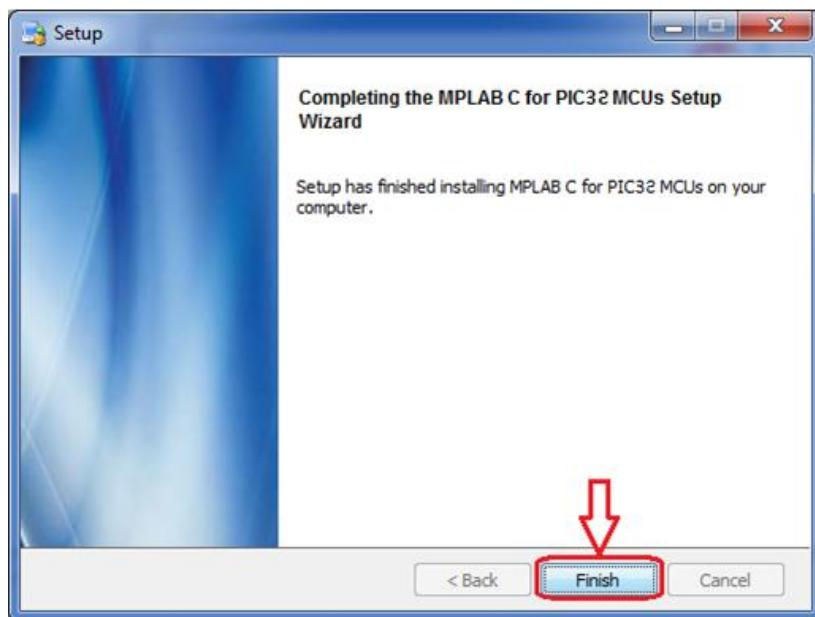

Figura 3.21 - Final do processo de instalação do compilador C32.
- 6) Ao final do processo de instalação aparecerá uma janela informando que a instalação foi concluída com sucesso. Pressione “*finish*” para fechá-la (ver Figura 3.21).